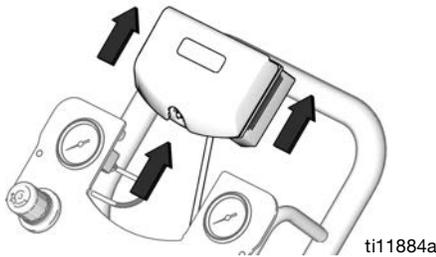

図 10. DataTrak の取り外し
3. ブラケットから DataTrak モジュールを取り外します。図 10 を参照ください。危険ではない場所にモジュールと接続されているケーブルを運びます。